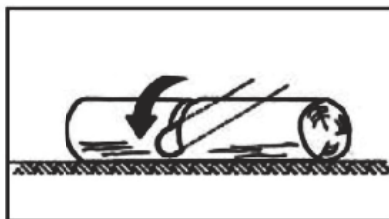

Fig.4A
1. Tronc soutenu sur toute sa longueur : Coupez par le haut (coupe vers le bas), en veillant à ne pas couper dans le sol (Fig. 4A).